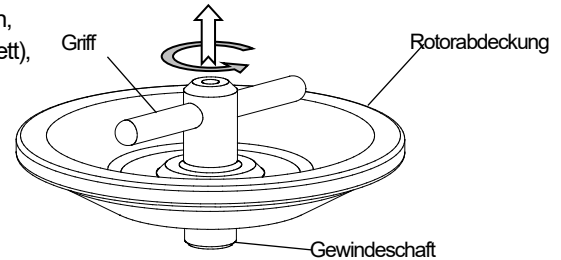

Abb. 3-1 Entfernen des Griffs
- 4) Beschichten Sie die Dichtung leicht mit Silikonfett (Vakuumfett), um sie komplett luftdicht zu machen, und wischen Sie überschüssiges Fett ab. Wenn Sie den S58A- und S50A-Rotor benutzen, beschichten Sie die Griffdichtung (O-Ring) leicht mit Silikonfett (Vakuumfett), nachdem Sie den Griff von der Rotorabdeckung entfernt haben. Drehen Sie den Griff entgegengesetzt des Uhrzeigersinns und ziehen Sie ihn nach oben, um den Griff von der Rotorabdeckung zu entfernen (siehe Abb. 3-1). Nachdem Sie die Griffdichtung (O-Ring) fertig mit Vakuumfett beschichtet haben, setzen Sie den Griff mit der Griff-Dichtung (O-Ring) auf den Rotorkörper und drehen Sie den Griff im Uhrzeigersinn, um den Griff an der Rotorabdeckung anzubringen.
- 4) Beschichten Sie die Dichtung leicht mit Silikonfett (Vakuumsfett), um sie komplett luftdicht zu machen, und wischen Sie überschüssiges Fett ab. Beschichten Sie die Griffdichtung (O-Ring) leicht mit Silikonfett (Vakuumsfett), nachdem Sie den Griff von der Rotorabdeckung entfernt haben. Drehen Sie den Griff entgegengesetzt des Uhrzeigersinns und ziehen ihn nach oben, um den Griff von der Rotorabdeckung zu entfernen (siehe Abb. 3-1). Nachdem Sie die Griffdichtung (O-Ring) fertig mit Vakuumsfett beschichtet haben, setzen Sie den Griff mit der Griffdichtung (O-Ring) auf den Rotorkörper und drehen Sie den Griff im Uhrzeigersinn, um den Griff an der Rotorabdeckung anzubringen.